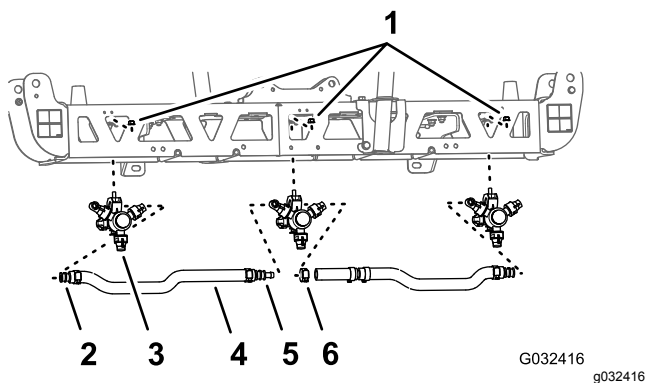
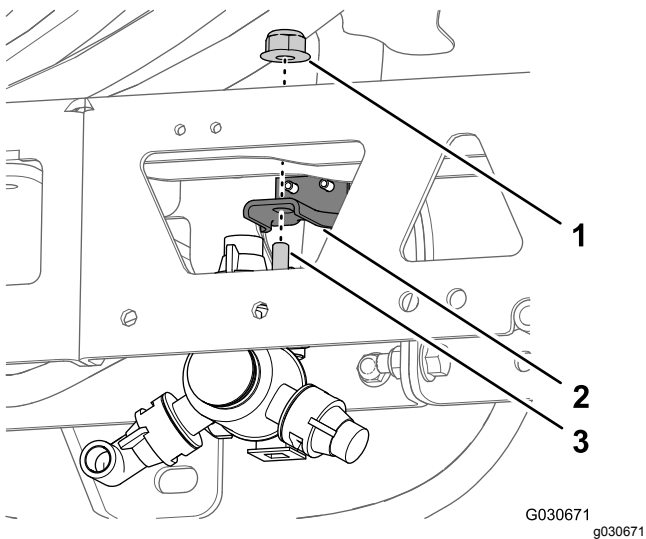

图48
图49
1. 在中间喷洒段拆下将喷嘴固定到喷嘴固定架的凸缘锁紧螺母 图48 和 图49。
- 从中间喷洒段卸下喷嘴 图48 和 图49。
- 从中间喷洒段上拆下软管内径 3/4 英寸、宝塔软管柄、夹具和宝塔 T 形接头 图48。